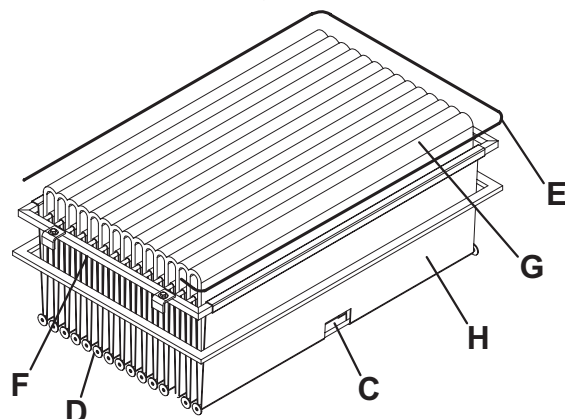

Figure 18
9. Enlever le moteur secoueur (A, Fig. 18) en dévissant les deux vis de fixation correspondantes.
10. Ouvrir complètement le groupe support moteur secoueur (B, Fig. 18) en dégageant ainsi les tiges de tension (C) des poches filtrantes.
11. Enlever toutes les tiges de tension des poches filtrantes (D, Fig. 18).
12. Dénouer la corde de fixation supérieure (E, Fig. 18) du filtre à poches pour permettre la dépose du cadre supérieur (F).
13. Enlever le séparateur intérieur poches (G, Fig. 18).
14. Nettoyer la surface en fibre de polyester (H, Fig. 18) à partir du côté sale (en utilisant un aspirateur extérieur) en l'étendant complètement ou en nettoyant chaque poche. En même temps, aspirer les deux surfaces du séparateur poches (G, Fig. 18), en enlevant tous les éventuels dépôts. Contrôler que la surface filtrante n'a pas de déchirures ; en cas contraire, la remplacer. Il est même possible d'utiliser l'air comprimé (6 bar maximum) en dirigeant le jet d'air du côté propre vers le côté sale.